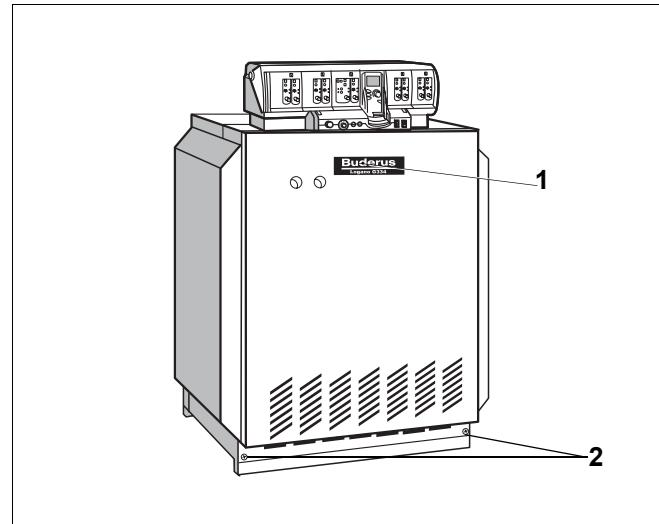

Рис. 37 Установка передней стенки
- Подвесьте переднюю стенку сверху, прижмите и закрепите винтами (рис. 37, **поз. 2**).
- Нанесите фирменную табличку (рис. 37, **поз. 1**) на переднюю стенку.